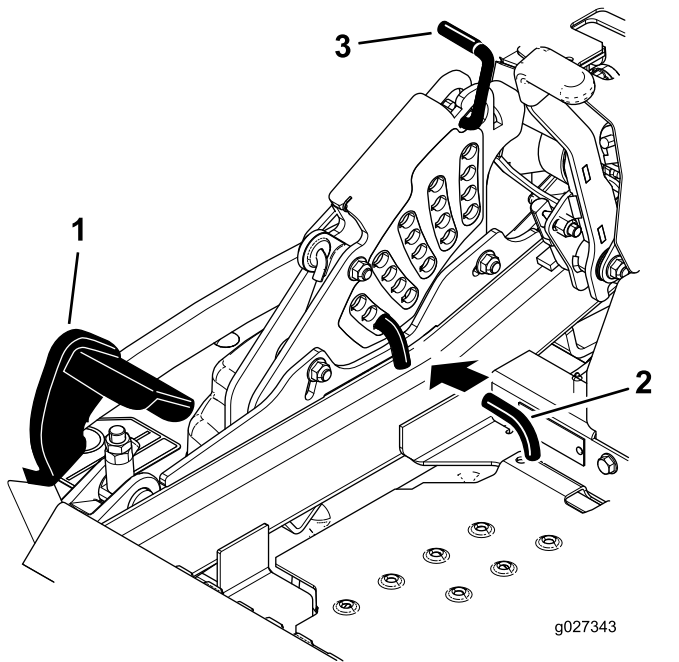

Figura 31
2. Premete il pedale di sollevamento del piatto di taglio e sollevate il piatto in posizione di blocco per il trasporto (corrispondente, inoltre, all'altezza di taglio di 140 mm) come illustrato nella **Figura 31**.
3. Per regolare, ruotate il perno di 90 gradi e togliete il perno dalla staffa dell'altezza di taglio (**Figura 31**).
4. Nella staffa dell'altezza di taglio scegliete un foro corrispondente all'altezza richiesta, ed inserite il perno (**Figura 31**).